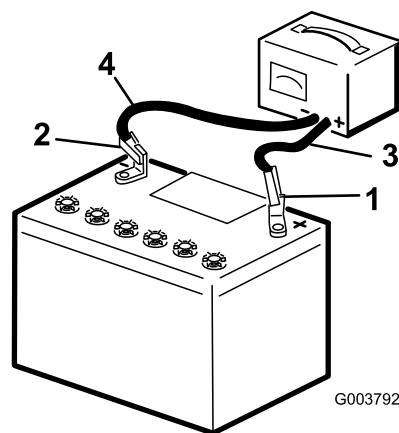

Figura 131
5. Conecte el cable positivo del cargador de la batería al borne positivo de la batería (Figura 131).
6. Conecte el cable negativo del cargador de la batería al borne negativo de la batería (Figura 131).
8. Cuando la batería esté completamente cargada, desconecte el cargador de la fuente eléctrica, luego desconecte los cables del cargador de los bornes de la batería (Figura 131).